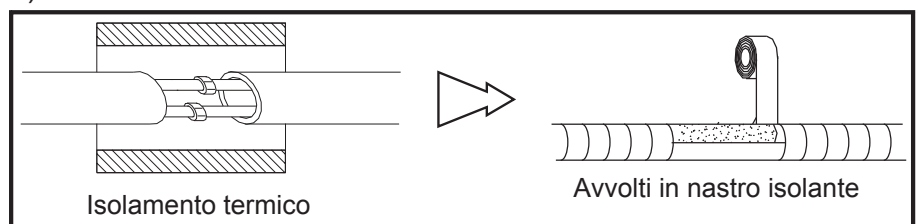
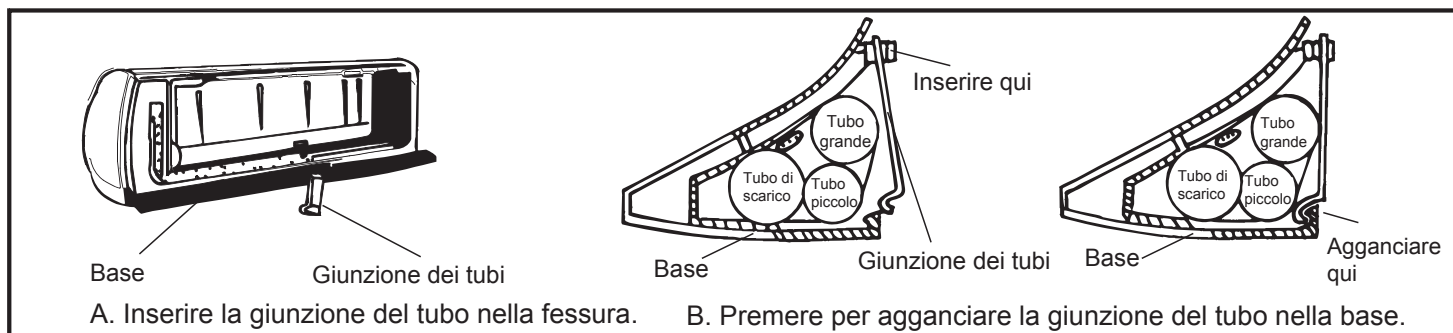

Fig. 13
Fig. 15
5) Dopo aver connesso la tubatura come richiesto, installare il tubo di drenaggio. Quindi collegare i cavi di alimentazione. Dopo il collegamento, arrotolare i tubi, i cavi e il tubo di drenaggio insieme con materiali di isolamento termico (Fig. 13-Fig. 15).